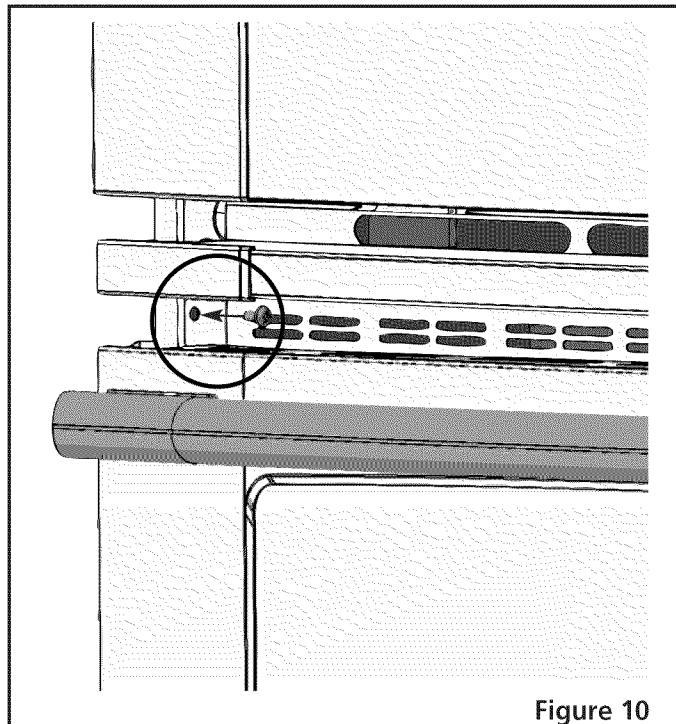

Figure 10
- A. Les trous de montage situées sur les moulures latérales peuvent servir de gabarit (voir la figure 10).